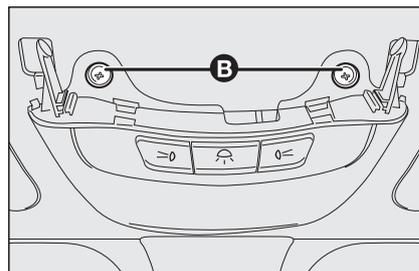

fig. 34
- ❑ svitare le due viti di fissaggio **B**-fig. 34 per smontare il gruppo;